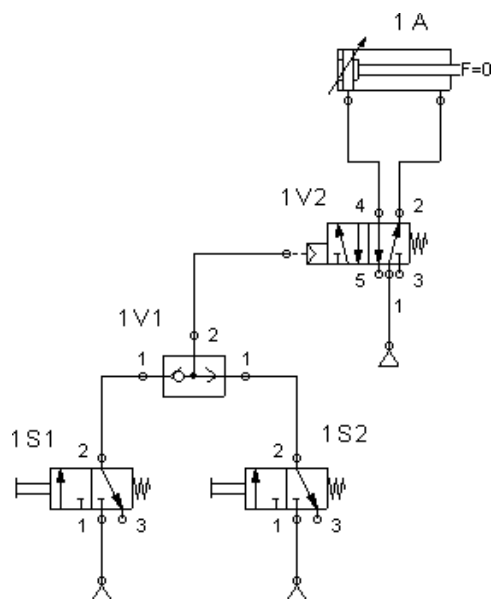

Рисунок 2.1 - Принципиальная схема управления цилиндром с помощью логического элемента «ИЛИ».
Выходы обоих 3/2 распределителей 1S1,1S2 (рисунок 2.1) с управлением от кнопки подсоединены к входам X (1), Y(1) перекидного клапана 1V1 (клапана - «ИЛИ»). При нажатии одной из кнопок или обеих кнопок одновременно на вход 1 или 1(1) клапана «ИЛИ» поступает сигнал. Условие «ИЛИ» является выполненным, и поэтому на выходе 2 клапана «ИЛИ» (1V1) появится сигнал. Снятие сигнала давления через канал выхлопа 3/2 - распределителя, не находящегося под действием сигнала управления, предотвращает запирание трубопроводов перекидного клапана 1V1. Далее сигнал поступает на вход 14 управляющего распределителя 1V2, что вызывает его переключение.
- Из набора пневмоэлементов программного пакета моделирования по схеме рисунок 2.1 собрать виртуальный лабораторный стенд. Нажимая на кнопки 1S1, 1S2, убедиться, что шток цилиндра 1А выдвигается, а при отпускании кнопок возвращается в исходное положение.